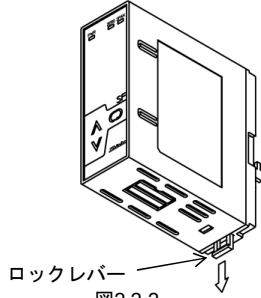

図2.2-2
- (2) 本器のロックレバーが下がっていることを確認してください。(図2.2-2)